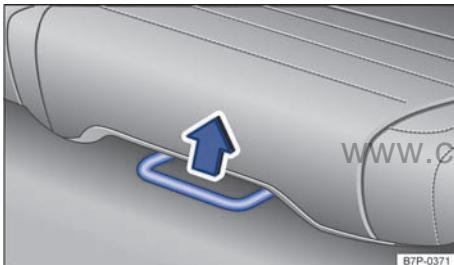

图 52 后座长椅的左侧座椅面下：用于调整前后位置的调节拉手
- 沿箭头方向向上拉调节拉手 → 图 52。
- 向前或向后移动后座椅 ⇒ ①。